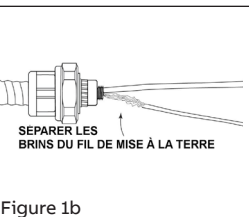

Figure 1b
- 1b Séparer quelque peu les conducteurs isolés. Séparer les brins du conducteur de terre non isolé au besoin (Figure 1b).